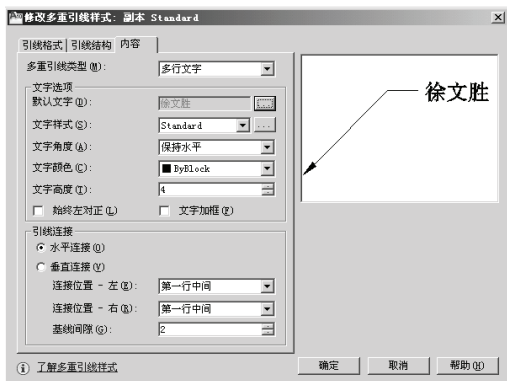
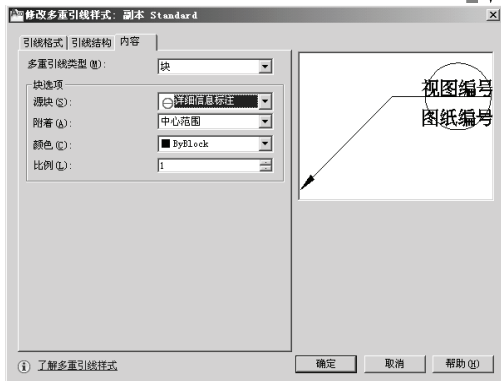

图 8-42 修改多重引线样式—内容（多行文字）
图 8-43 修改多重引线格式—内容（块）
③ 内容：如图 8-42 所示设置多重引线的内容。多重引线的类型包括：多行文字、块、无。
如果选择了“多行文字”，如图 8-42 所示，则下方可以设置文字的各种属性，如默认文字内容、文字样式、文字角度、文字颜色、文字高度、文字对正方式，是否文字加框；以及设置引线连接的特性，包括是水平连接或垂直连接、连接位置、基线间隙等。如选择了“块”，如图 8-43，提示设置块源，包括提供的 5 种，也可以选择用户定义的块。同时设置附着的位置、颜色、比例等特性。